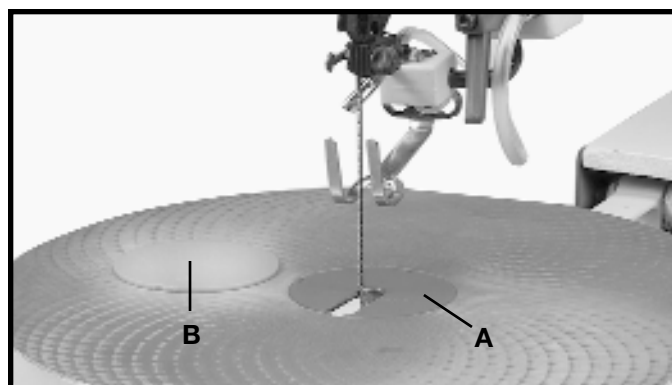

Fig. 21
Se proporciona como equipo estándar con su sierra de calar un blanco para la pieza inserta, y puede utilizarse cuando corta piezas muy pequeñas para proporcionar respaldo adicional al fondo de la pieza. Sencillamente corte una ranura en el blanco y reemplace la pieza inserta estándar (A) Fig. 21 con el blanco (B). La ranura cortada en el blanco (B) será solamente tan ancha como la hoja, proporcionando apoyo máximo al fondo de la pieza.